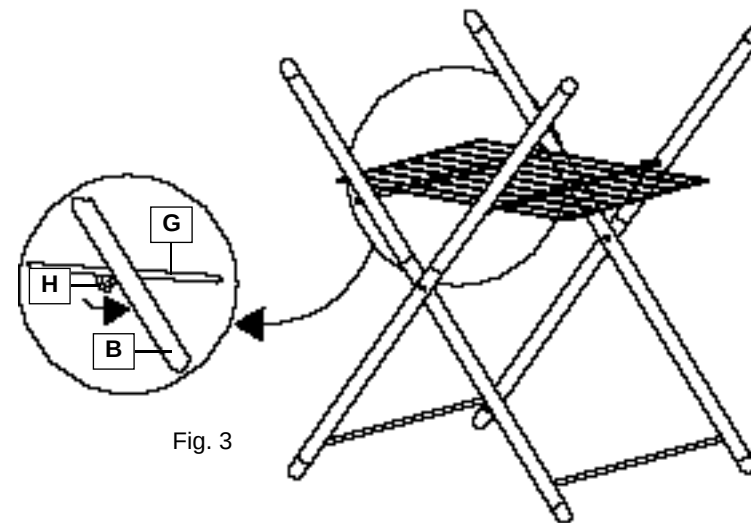

Fig. 3
- 4) De standaard moet in de juiste positie geblokkeerd worden door de haken H van de grillplaat G vast te zetten tegen het verbindende dwarsstukje van de buitenste arm B (zie fig. 3).